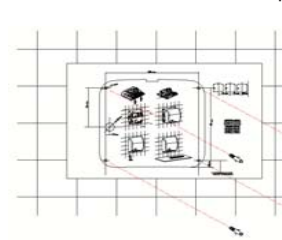

Bild Nr. 6
1. Mithilfe der beiliegenden Schablone 4 Löcher von jeweils $\varnothing 5/16"$ ($\varnothing 8$ mm) bohren. Den Bohrstaub ausblasen und die 4 mitgelieferten Dübel bündig einsetzen (siehe Bild Nr. 6).